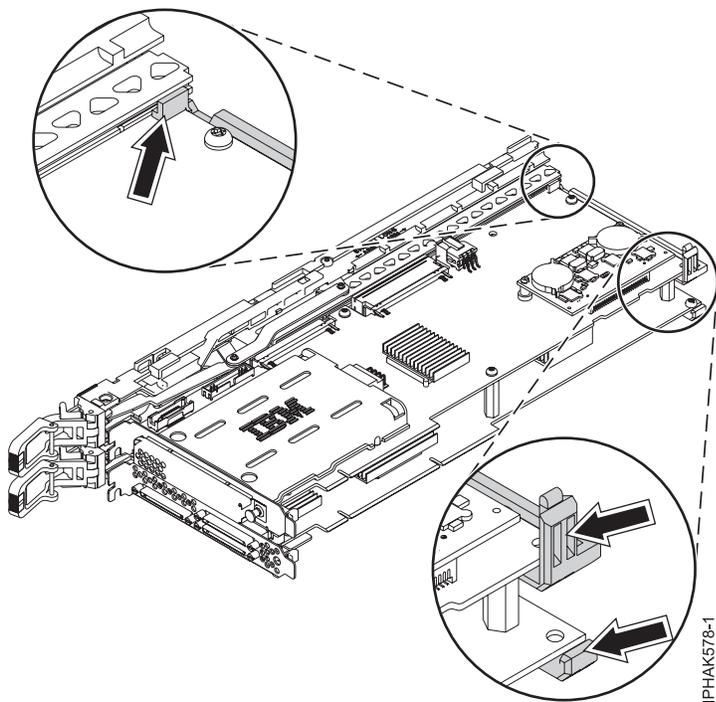

Figure 72. Dégagement des bras arrière du bloc-cassette
- b. Dégagez les bras arrière du bloc-cassette des coins inférieurs de la carte double largeur. Voir figure 72, à la page 83.